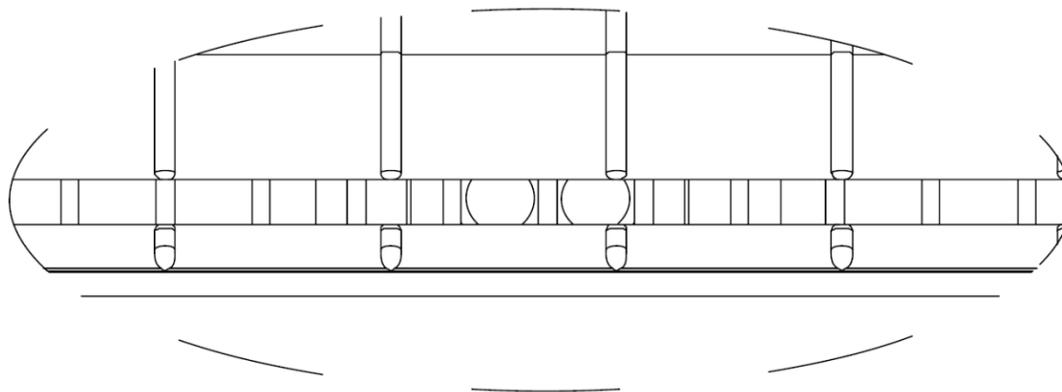

Figura 7-2
2. Gire la Palanca a la posición “abierta”, quite la Cubierta del Sensor de Medios para exponer el Sensor de Medios (Figura 7-2).